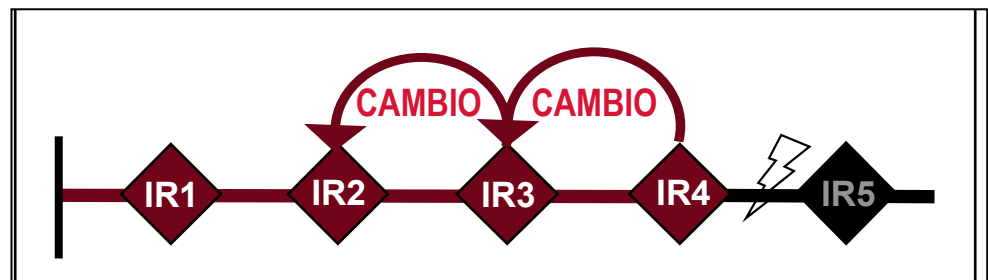

Figura 19. Falla temporal de la CEC; IR3 e IR4 detectan la falla y envían un mensaje de cambio de curva.
- Los interruptores de fallas IntelliRupter IR3 e IR4 detectan la falla y envían los mensajes de cambio de curva a sus vecinos del lado de la fuente. Ver Figura 19.